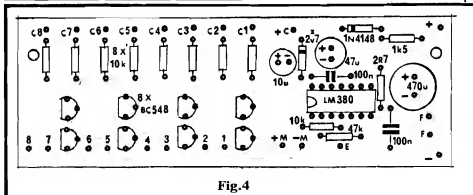

Fig.4
- **FIG. 4 - CHAPEADO DA MONTAGEM DA PLACA DE APOIO** - Vemos no diagrama, a placa de apoio pelo lado não cobreado, todas as peças já posicionadas. ATENÇÃO à colocação dos componentes polarizados: Integrado, transistores, diodos e capacitores eletrolíticos. CUIDADO também com o correto posicionamento dos demais componentes quanto aos seus valores... Aos principiantes recomendamos consultar - sempre que necessário - os encartes permanentes de APE: